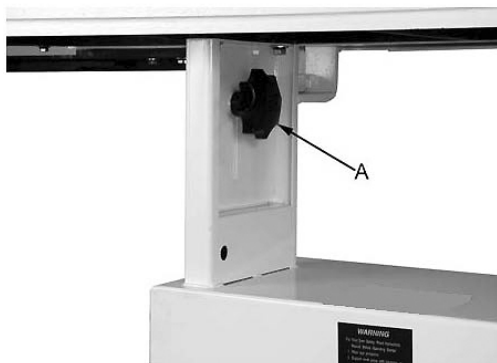

Abb. 9: Tischhöhenverstellung
Schritt 2: Die Klemmschraube A (Abb. 9) lösen.